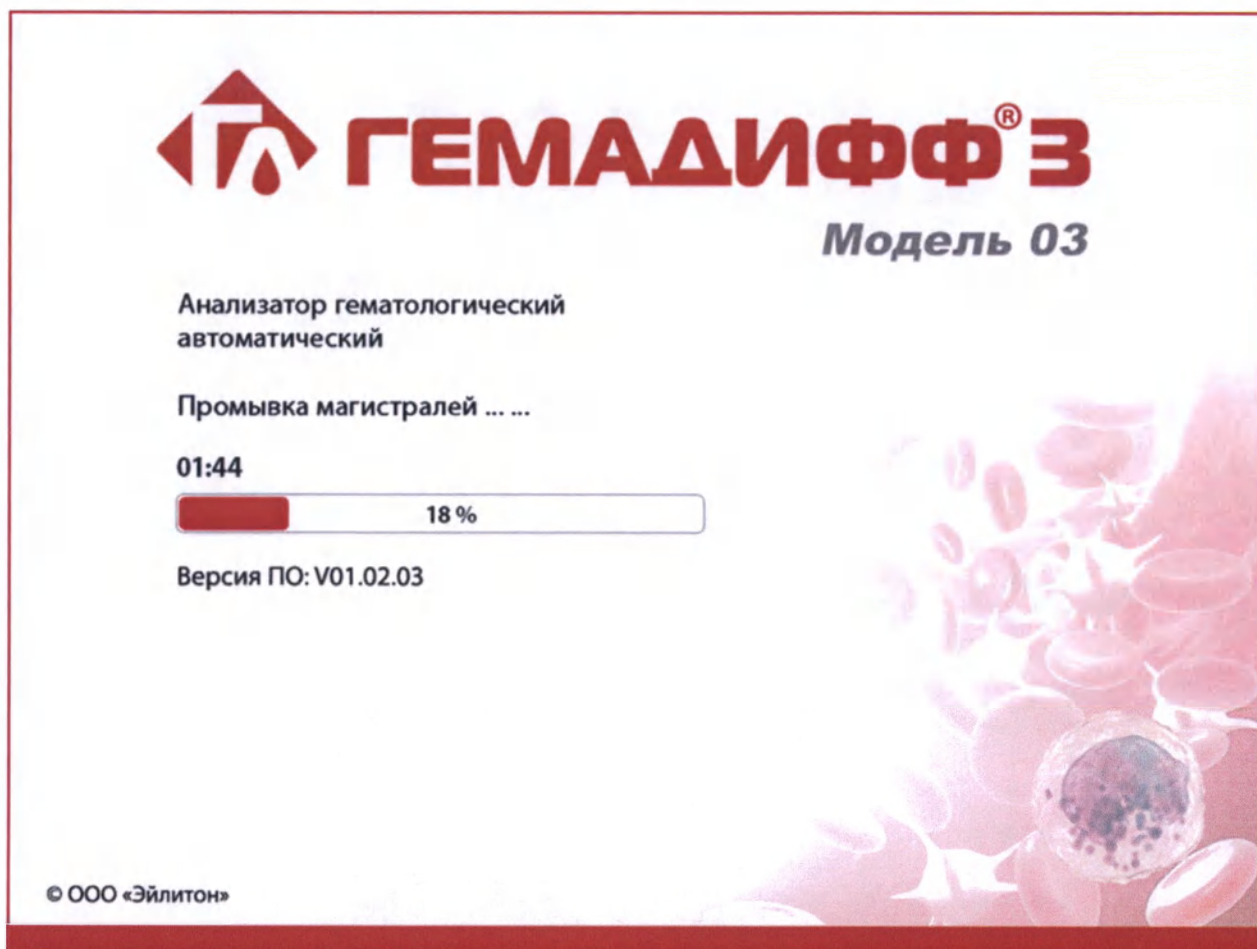

Рис.5.4-1 Экранная заставка при включении анализатора
2) Программа анализатора проведёт самопроверку внутренних электронных компонентов системы и подвижных узлов прибора, выполнит их инициализацию, проведёт проверку состояния гидросистемы, её заполнение реагентами, а также выполнит подсчёт фона по реагентам, выводя в центре экрана соответствующие сообщения о выполняемых анализатором действиях и отображая полосу прогресса в % с обратным отсчётом оставшегося времени инициализации прибора (Рис.5.4-1):
- Если программа анализатора не сможет успешно завершить инициализацию до конца (окошко, изображённое на Рис.5.4-1, так и не появится на экране) после включения